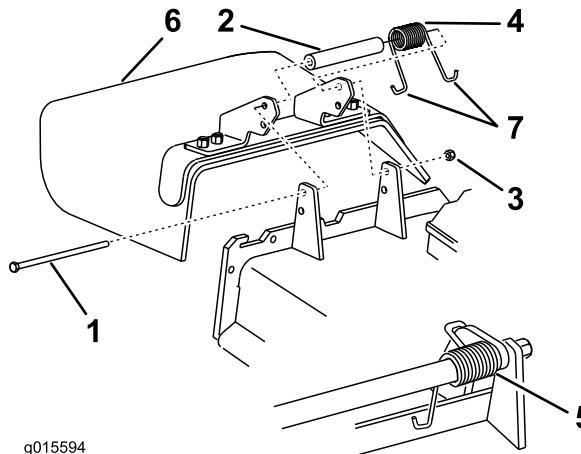

Figura 102
1. Retire la contratuerca, el perno, el muelle y el espaciador que sujetan el deflector a los soportes de pivote (Figura 102).
2. Retire el deflector de hierba dañado o desgastado (Figura 102).
Nota: Asegúrese de colocar un extremo con gancho en J del muelle detrás del reborde de la carcasa antes de instalar el perno, según se muestra en Figura 102.
6. Coloque 1 extremo en J del muelle alrededor del deflector de hierba (Figura 102).